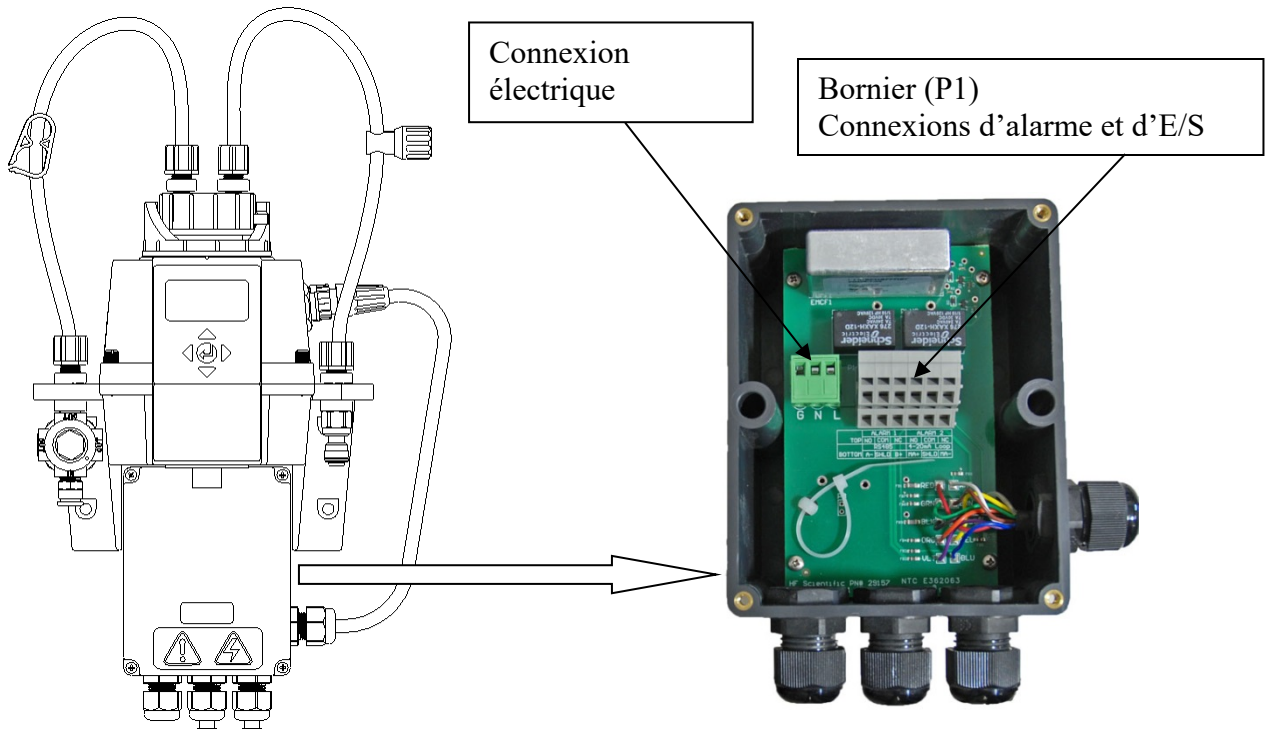

Figure 5 : Connexions électriques du MTOL+
- Lors des connexions, consultez la **Figure 5**. **Le MTOL+ n'est pas fourni avec un cordon d'alimentation.**
- Toutes les connexions électriques à l'instrument sont effectuées par la boîte de jonction MTOL+ (voir la **Figure 5**), qui doit être située directement sous la partie capteur de l'instrument.
- Les connexions sont étiquetées dans la Boîte à bornes et sont auto-descriptives (voir la **Figure 5**).
- d. Toutes les connexions électriques à l'instrument sont effectuées par la boîte de jonction MTOL+ (voir la Figure 5), qui doit être située directement sous la partie supérieure de l'instrument.
- e. Ouvrez soigneusement la boîte de jonction MTOL+ (voir la Figure 5) en retirant les quatre vis du couvercle.
- f. Lorsque le couvercle de la boîte de jonction est retiré, les connexions sont visibles comme le montre la figure 5.
- i. Les connexions sont étiquetées dans la Boîte à bornes et sont auto-descriptives (voir la Figure 5).